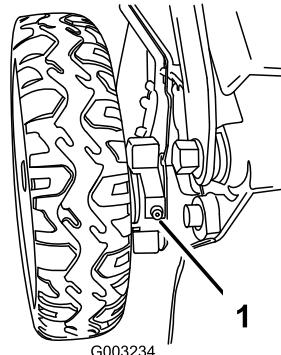

Figura 38
- Limpie con un trapo limpio los puntos de engrase situados justo dentro de las ruedas traseras (Figura 38).